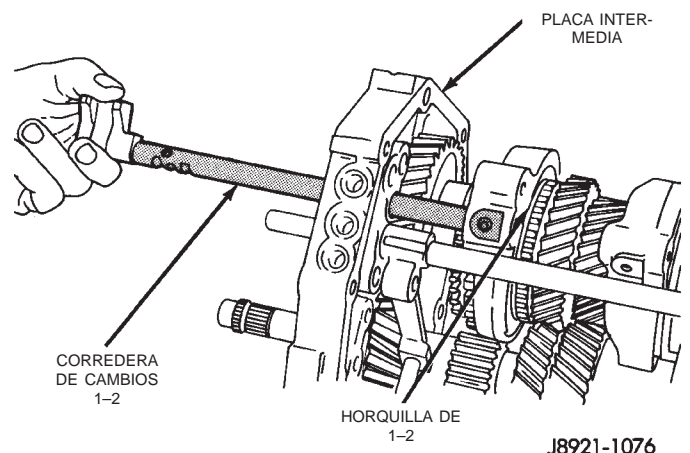

Fig. 87 Instalación de la corredera de cambios 1-2
- (16) Instale la corredera de cambios 1-2 a través de la placa intermedia y la horquilla de cambio 1-2 (Fig. 87).